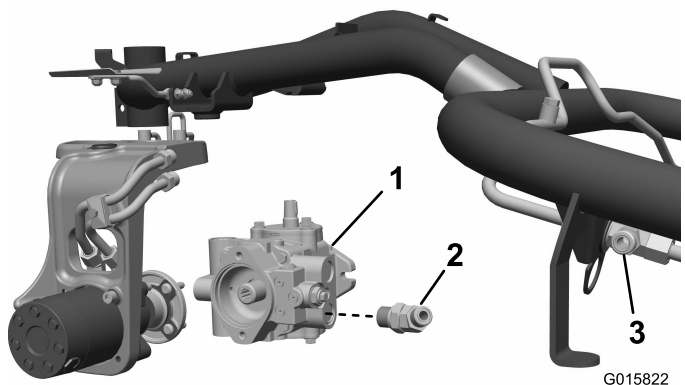

図 9
1. 油圧ポンプの下側についているホースを、ポンプから外し、前輪モータへ続く上側のバルクヘッドの字フィッティングからも外す。外したホースは廃棄する図 9。
フィッティングは仮止めにして、上方外向きにしておく 図 9。